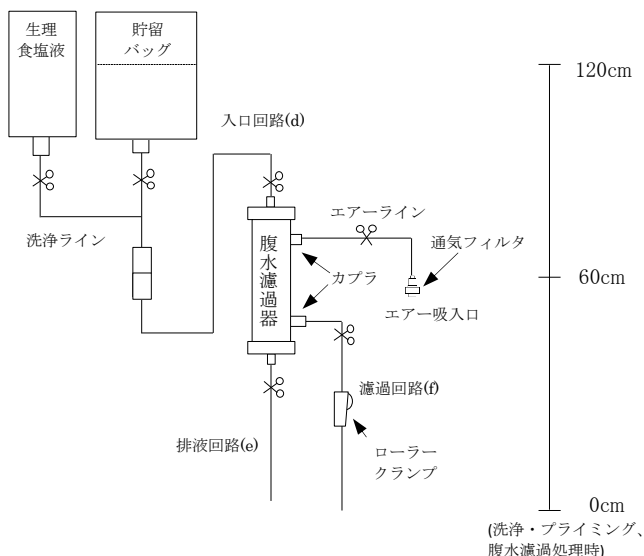

図7 内圧濾過法(落差式)の回路図
- *1) 本品をイルリガードル台のホルダーに取り付ける。(以降の手順に従い、図7の通り接続する)